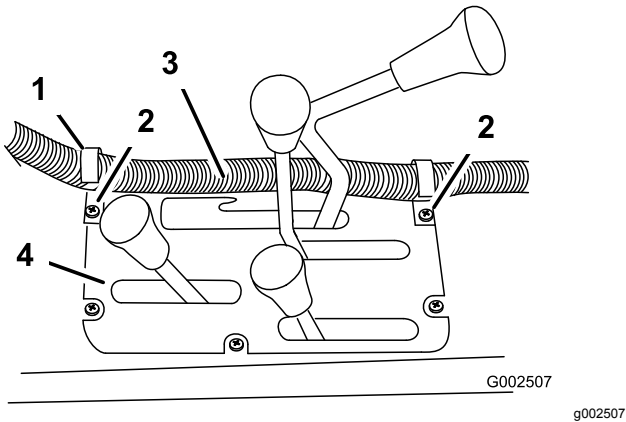
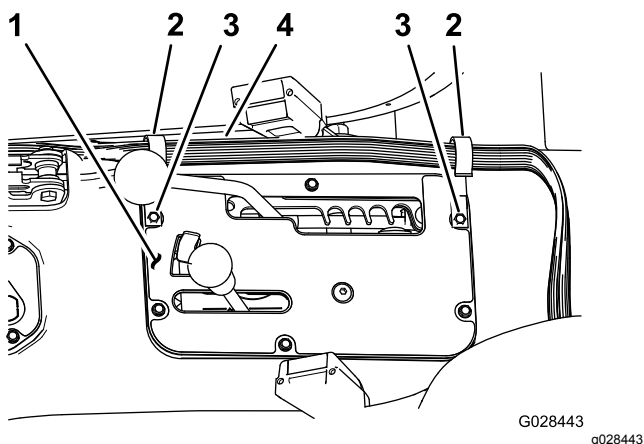

Рисунок 20
Рисунок 21
- 1. Установите два J-образных зажима на центральную консоль в точках, показанных на Рисунок 20 или Рисунок 21, с помощью имеющихся винтов.